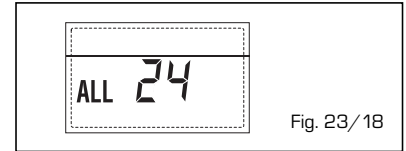

Fig. 23/18
- **ANOMALIA SONDA BOLLITORE SOLARE (S2) "ALL 25" (fig. 23/19)**